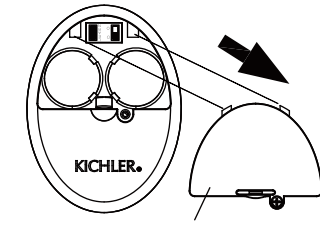

Figura 23
Paso 2. Con un destornillador, quite la tapa de las pilas del dispositivo y guarde el tornillo para usarlo más tarde. (Figura 23)